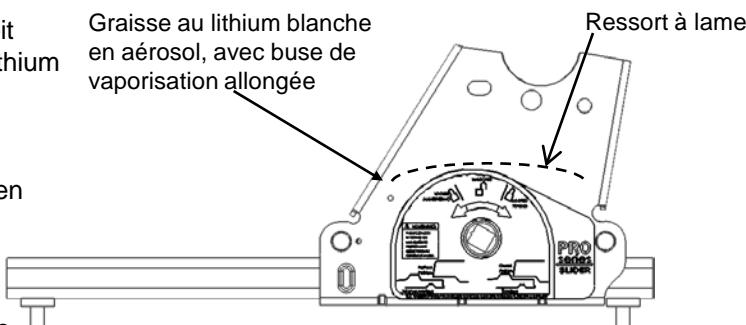

Figure 7
2. Avant d'installer Pro Slider, le ressort à lames doit être graissé tel qu'il illustré à l'aide d'une graisse au lithium ou l'équivalent (voir figure 7). Pour de meilleurs résultats, utilisez une graisse au lithium blanche, en aérosol doté d'une buse de vaporisation allongée. Assurez-vous que le dessous du ressort est enduit en entier ! Répétez l'application à chaque mois durant l'utilisation.